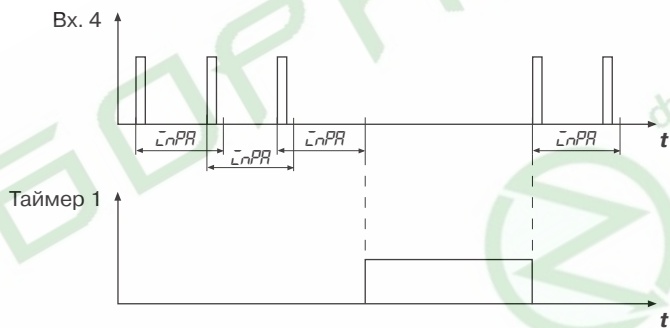

Рис. 4
3.2.5.1. Таймер 1 предназначен для формирования сигнала о превышении максимально допустимого периода следования импульсов с датчика. Если в течение времени, заданного в программируемом параметре \overline{LnPR} (см. прил. В, табл. В3), сигнал со входа 4 не поступает, что свидетельствует о замедлении вращения или заклинивании вала задвижки или затвора, то Таймер 1 выдает сигнал на блок управления и Таймер 3 (рис.4).